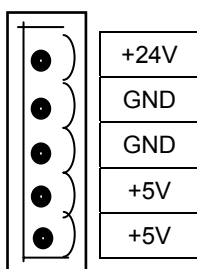

图 3.1b 电源插座的管脚排列
- **XS1** : 5 芯绿插座，电源接口，管脚排列见图 3.1b。